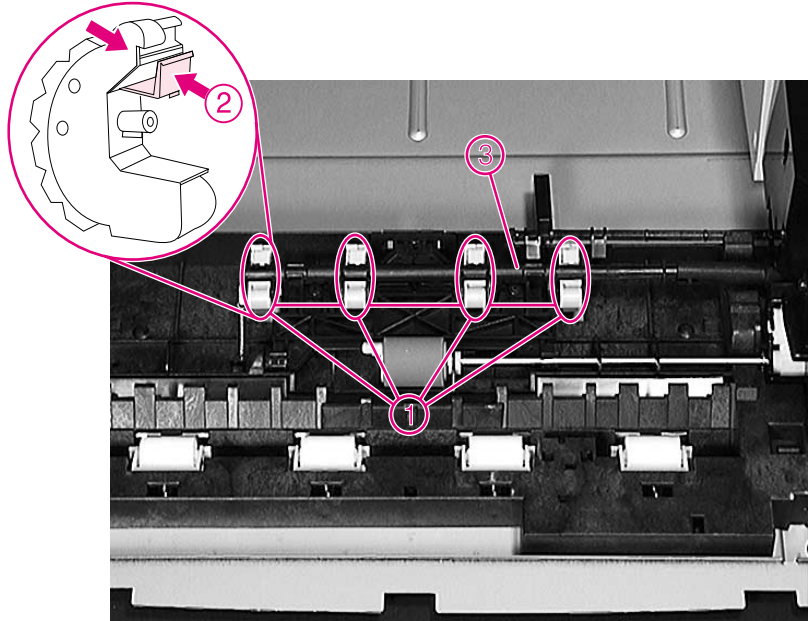

Figura 13
- 1 Con una mano, gire el eje del rodillo de captación (Figura 13, elemento 3) 90 grados.